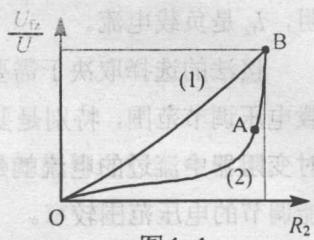

图 1.4
(1) 对调压特性的一个基本要求是：通过调节 R_2 ，能很容易的调出某一需要的 U_{fz} (图 1.4 中的曲线 1)，但当 R_0 和 R_{fz} 的阻值配置不当时，会发生变阻器可动端在某些位置上移动一点时， U_{fz} 变化很大，甚至使电压很难调准(图 1.4 中曲线 2 的 AB 段)，这种情况是应该避免的。